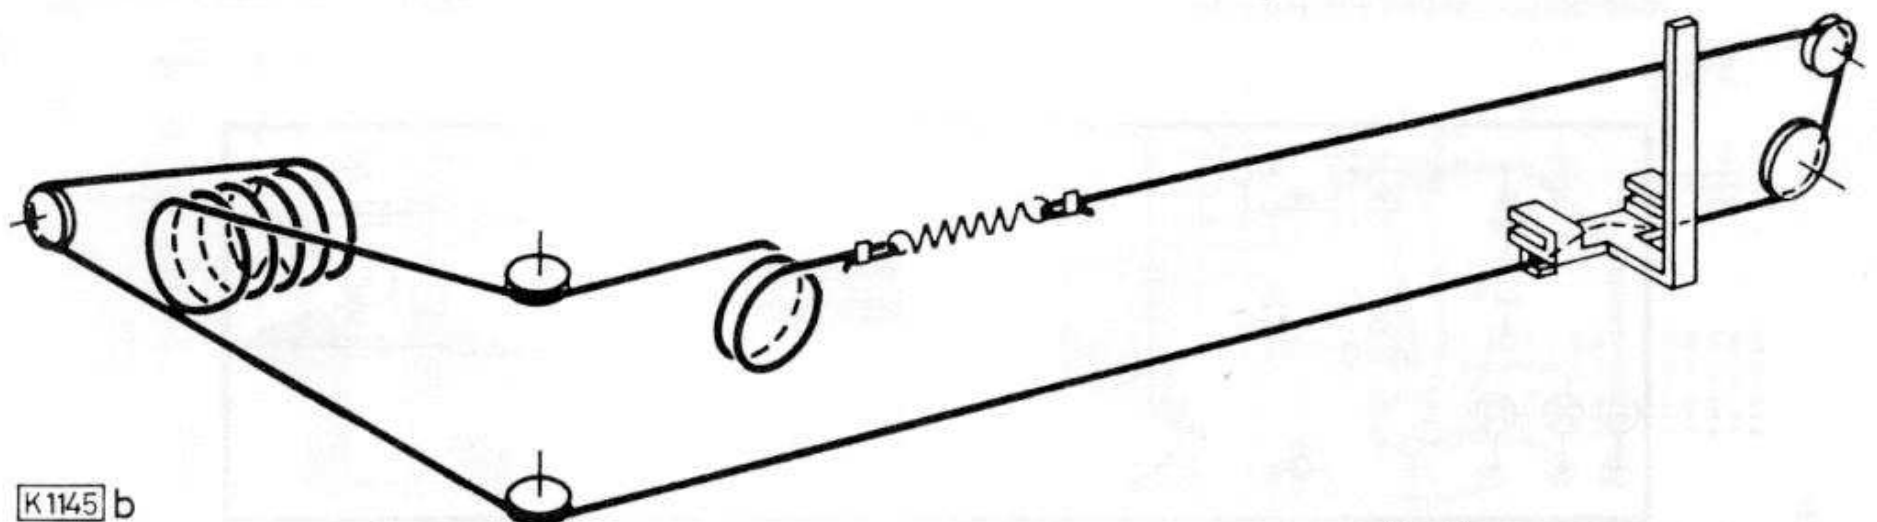

Fig. 3
- 6.2 Skalenseil nach Fig. 3 auflegen (Länge ca. 0,80 m).
- 6.2 Place drive cable as shown in fig. 3 (length approx. 32").